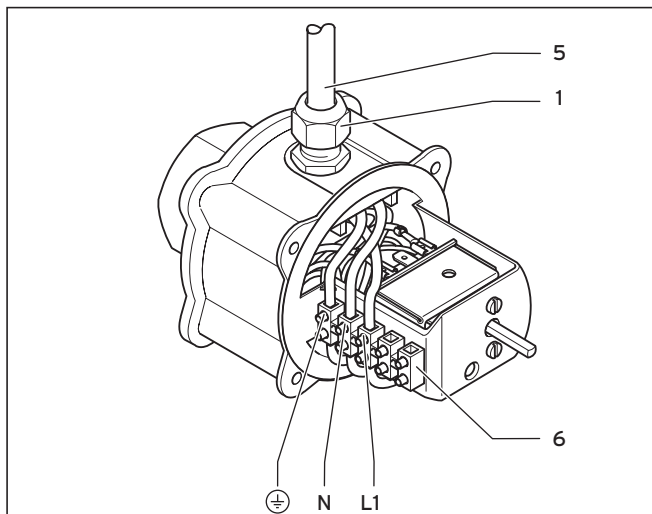
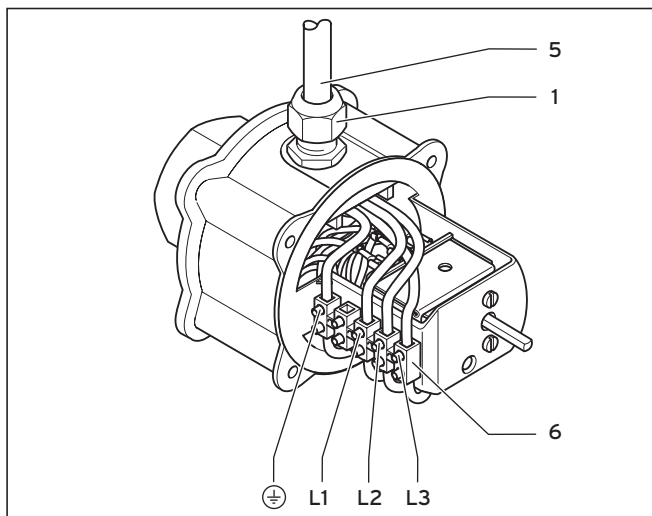

Рис. 6.2 Электроустановка ТЭНа, 230 В
Рис. 6.3 Электроустановка ТЭНа, 400 В
- Снимите ручку настройки (3).
- Ослабьте 4 болта с шестигранной головкой (4).
- Снимите крышку корпуса (2).
- Закрепите кабель (5) посредством резьбового соединения PG (1). Для этого соответствующим образом удалите оболочку с кабеля. Проведите кабель, как показано на рис. 6.2 либо 6.3 через резьбовое соединение PG (1). Прочно затяните резьбовое соединение PG.
- Привинтите кабель в соответствии с исполнением согласно рис. 6.2 (230 В) или рис. 6.3 (400 В) к клеммнику (6).
- Установите крышку корпуса (2) и закрепите ее 4 болтами с шестигранной головкой (4).
- Насадите ручку настройки (3).